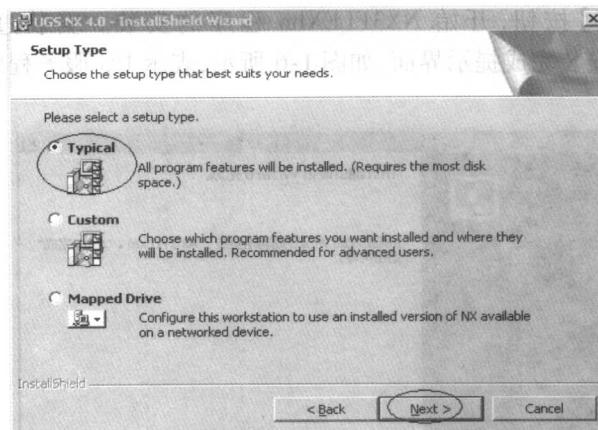

图 1-8 安装类型选择界面
- (10) 单击【下一步】按钮,进入安装类型选择界面,如图 1-8 所示,选择【典型】安装。